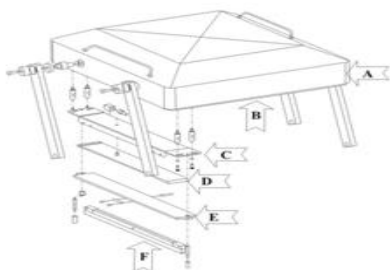

Рис.12
Конструкция нагревательного блока (Рис.12).
- Силиконовая лента крепится непосредственно на опорную планку. Снять ее можно, открутив 4 болта на прижимной ленте (Рис.12).